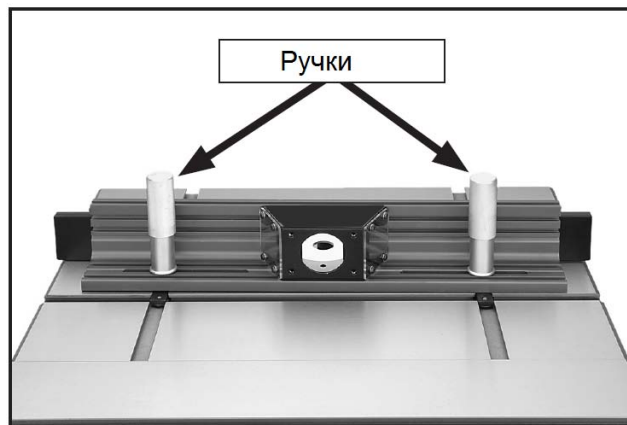

Рис. 7: Прикрепленные ручки.
9. Разместите узел упора над шпильками Т-образных планок, затем закрепите упор на месте, закрутив ручки на шпильки, как на рис. 7.